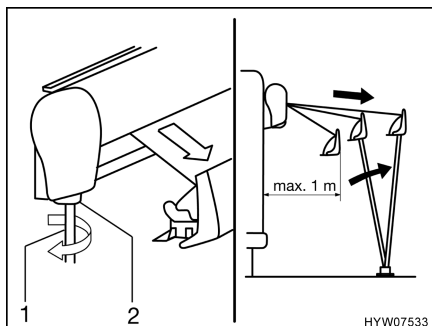

Bild 10 Köra ut markisen
- Stick in veven (Bild 10,1) i markisens bajonettfattning (Bild 10,2) och veva moturs.